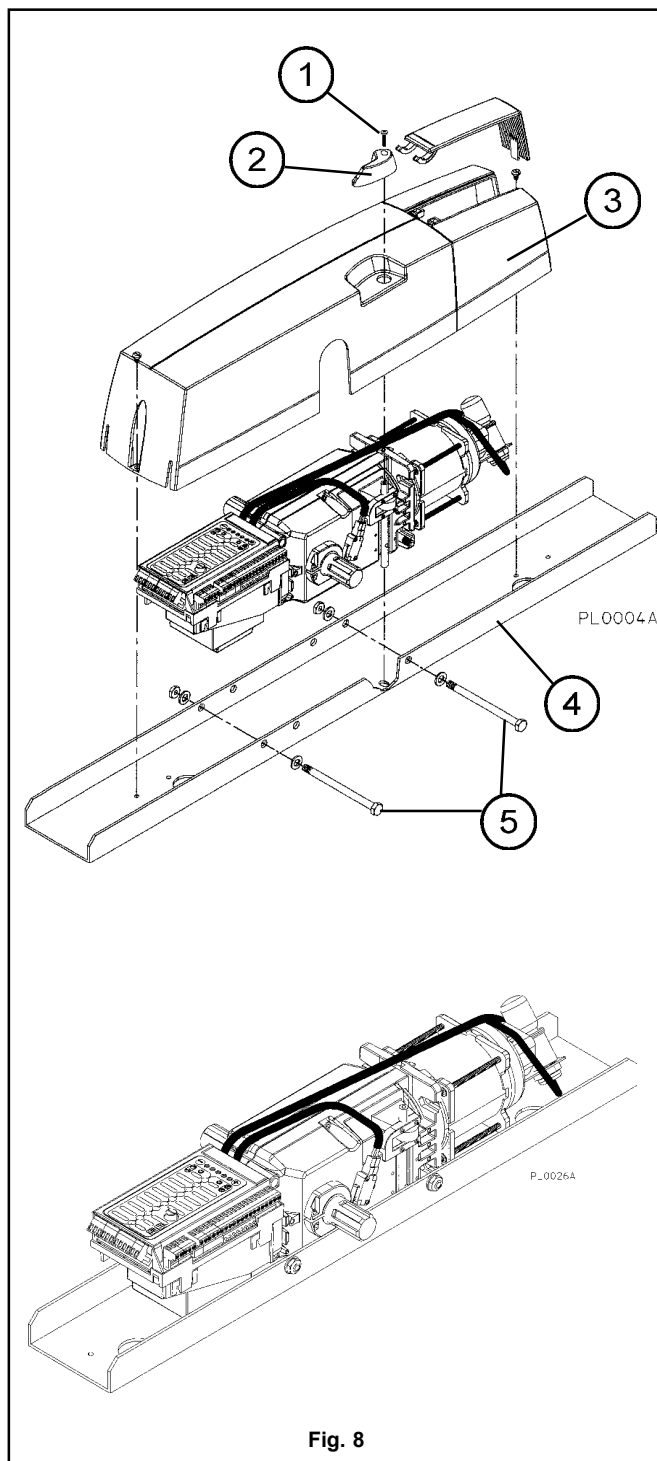

Fig. 8
- Dévisser les vis (1 fig. 8) de fixation de la poignée de déverrouillage (2 fig. 8), ôter la poignée et retirer le couvercle (3 fig. 8).
- Placer le moto-réducteur sur l'étrier (patte) du support moteur (4 fig. 8) en mettant sur le même axe le pivot de déverrouillage et le trou de l'étrier; puis visser le moto-réducteur à l'aide de vis M8x110 (5 fig. 8), de rondelles interposées et de dés correspondants.
- Remonter le couvercle en plastique (3 fig. 8) du moto-réducteur, insérer dans la cheville la poignée de déverrouillage (2 fig. 8) en la vissant (1 fig. 8).
- Visser le couvercle en plastique à la patte (étrier) du support moteur à l'aide des vis mises à disposition. Pour visser la vis supérieure, retirer le couvercle transparent de la lampe (fig. 8) encastré dans le couvercle en plastique (3 fig. 8).